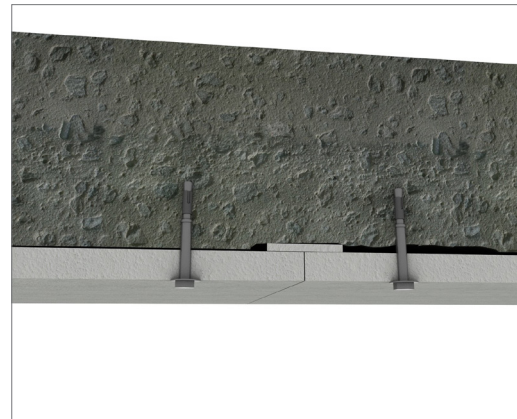

Imagen 7: Si el nivel de irregularidad del hormigón crece.
- Para rellenar estas irregularidades del hormigón, se deben colocar unas cuñas Passivetec® del espesor apropiado, como se indica en la Imagen 7.
- Si el escalón excede los 3 mm, las cuñas pueden utilizarse como se indica en Imagen 7.